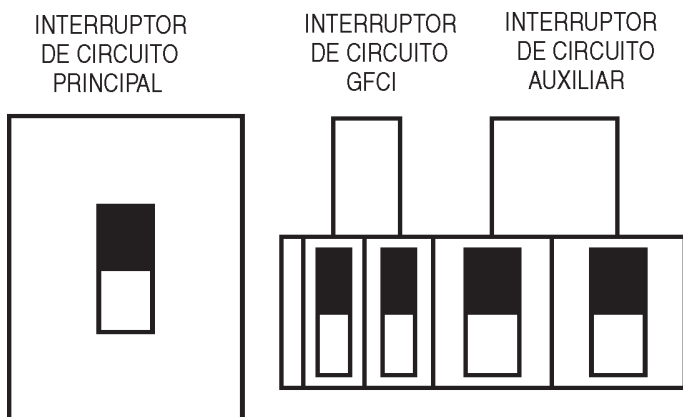

Figura 51. Interruptores principal, aux. y GFCI (ON) (ENCENDIDOS)
17. Coloque los interruptores *principal*, *GFCI*, y *aux.* en la posición **ON (ENCENDIDO)** (Figura 51).